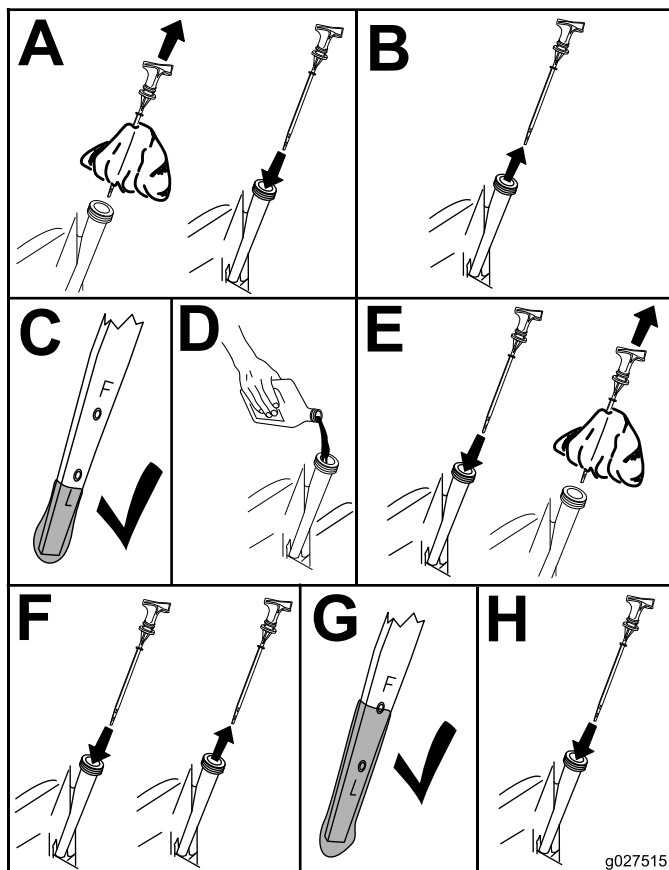

Figure 21
4. Contrôlez le niveau d'huile moteur comme montré à la Figure 21.